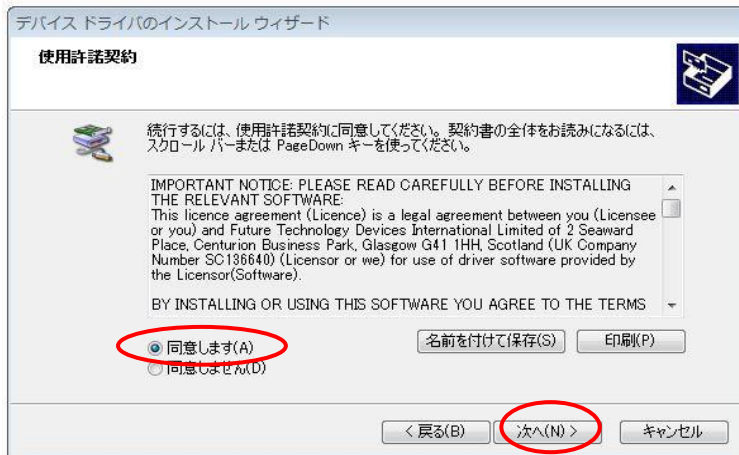

図6: 手動インストール手順⑤
- ⑤ 使用許諾契約を確認した上で、“同意します”選択後に“次へ”をクリックします(図6)。